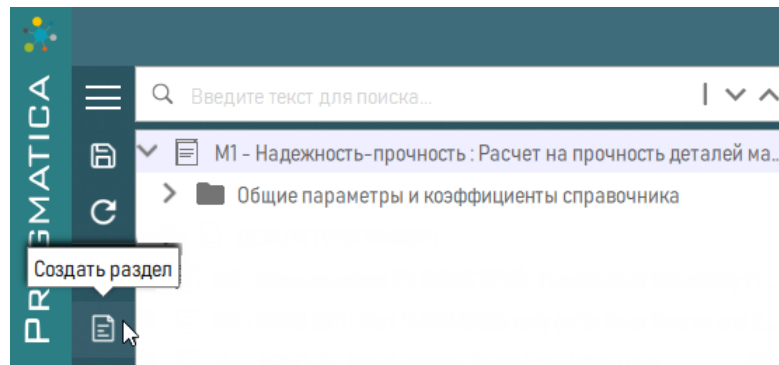

Рисунок 61 – Выбор «Создать раздел»
1) Выбрать справочник, для которого необходимо создать раздел справочника. В секции рабочей панели нажать кнопку  «Создать раздел» (рисунок 61).